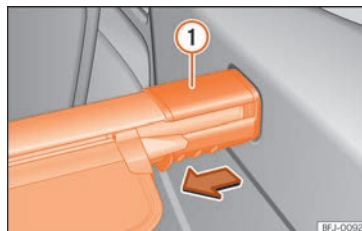

Fig. 153 Dans le coffre à bagages : démontage de la plage arrière.
- Appuyez sur le support de la plage arrière » fig. 153 ① dans le sens de la flèche et maintenez-le dans cette position.
- Relâchez le support du cache » fig. 153 ①.